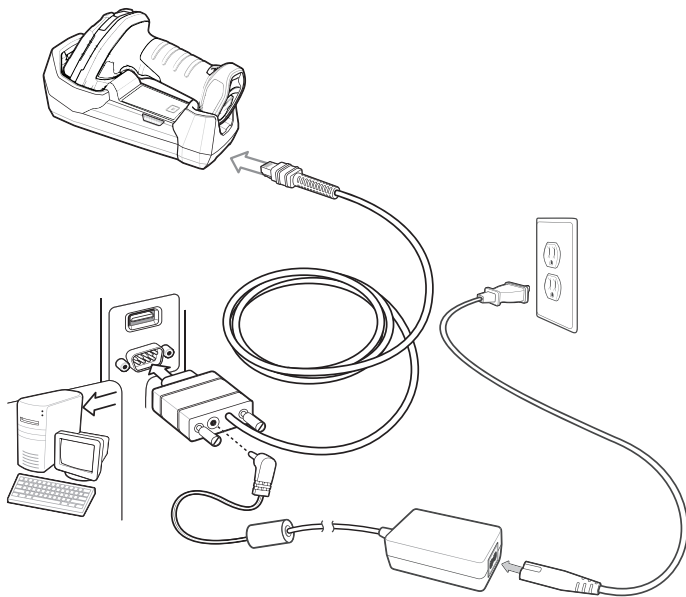

図 10-1 DS3678 への RS-232 直接接続
- ✓ **注** 必要なインタフェース ケーブルは、設定によって異なります。図 10-1 のイラストに示したコネクタは、あくまでも例です。コネクタはイラストと異なる場合がありますが、クレードルを接続する手順は同じです。